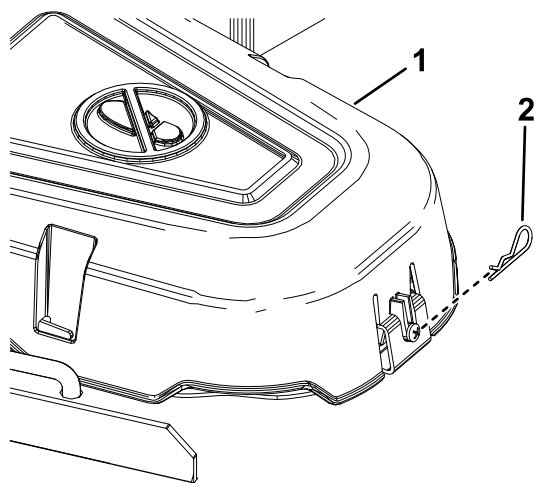

Bild 54
4. Entfernen Sie den Haarnadelsplint und drücken Sie die Lasche am Deckel hinein, um die Riemenscheibenabdeckungen zu entfernen (**Bild 54**).